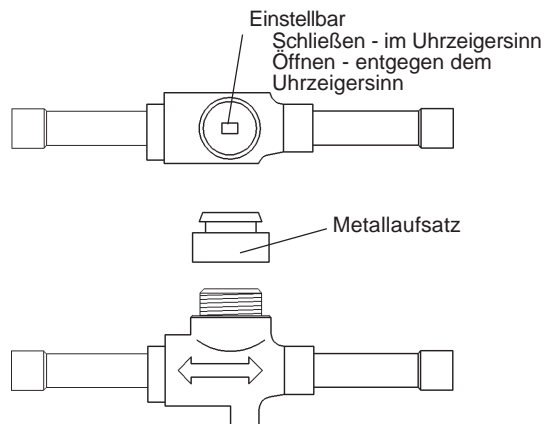

Abb. 5
- 9) Entfernen Sie die Metallaufsatz vom Kugelventil und öffnen Sie das Ventil. Vgl. Abb. 5.